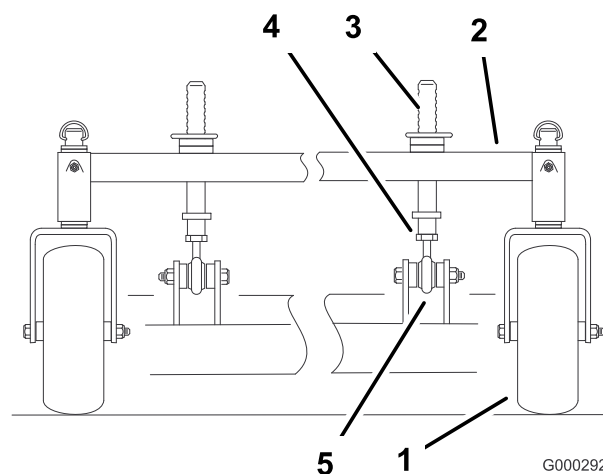

Figura 61
1. Per modificare l'inclinazione longitudinale, possono essere regolate le postazioni di altezza di taglio anteriori (Figura 61).
2. Per sollevare la parte anteriore del piatto di taglio, allentate il controdado e ruotate in senso orario il perno anteriore (Figura 61).
3. Per abbassare la parte anteriore del piatto di taglio, allentate il controdado e ruotate in senso antiorario il perno anteriore (Figura 61).
6. Serrate i controdadi (Figura 61).